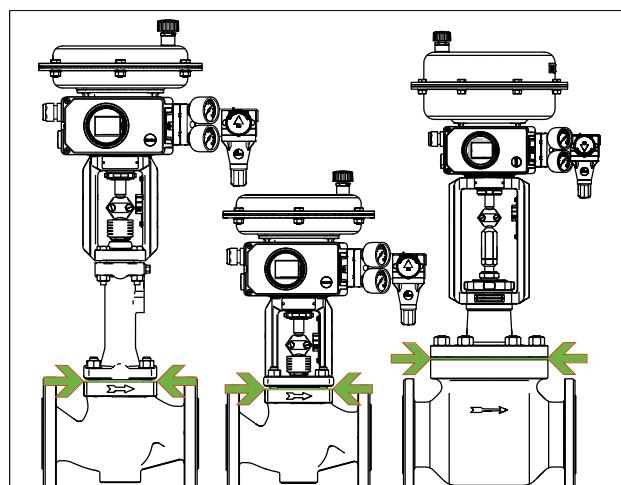

Fig. 13: Límites del aislamiento de válvulas lineales (ejemplo)
- ⇒ Las válvulas lineales solo se pueden aislar hasta la brida tapa del cuerpo, ver Fig. 13. Esto también aplica a las ejecuciones con fuelle o pieza de aislamiento para temperaturas del fluido inferiores a 0 °C o superiores a 220 °C. ¡Si también se aísla la pieza de aislamiento, ésta pierde su función!